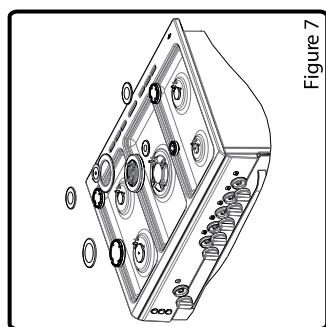

Figure 7
Si vous montez un tuyau butane/propane avec collier, l'embout gaz butane avec le joint sera installé sur la cuisinière, le tuyau sera enfoncé à fond sur cet embout et un collier sera installé en serrant correctement, mais sans couper le tuyau. Faire de même côté détendeur (voir fig. 7). La longueur maximale autorisée est 1,5m. Il est très important de surveiller la date limite de péremption indiquée sur le tuyau et le changer avant cette date pour assurer la sécurité.
- Retirez le chapeau de brûleur et le brûleur supérieur (Figure 7).